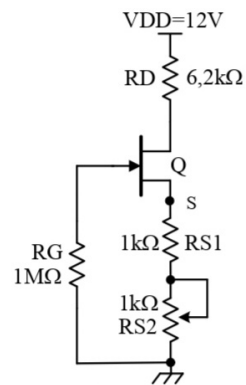

Figura 4.2: Variación en la Polarización del JFET.
2. Para el circuito de la Figura 4.2, varíe el potenciómetro de hasta conseguir el punto de estático de operación. Anote las mediciones.